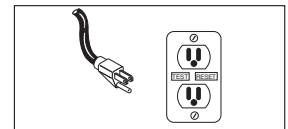

Figura 1
11. Esta bomba sólo se debe usar en circuitos de 120 voltios (monofásico) y el enchufe del cordón tiene tres terminales tal como se muestra en la figura 1.
Para reducir el peligro de electrocutamiento el motor debe estar conectado a tierra adecuadamente. Esto lo puede hacer de las siguientes formas conecte el enchufe a un tomacorriente con tres orificios tal como se muestra en la figura 1.